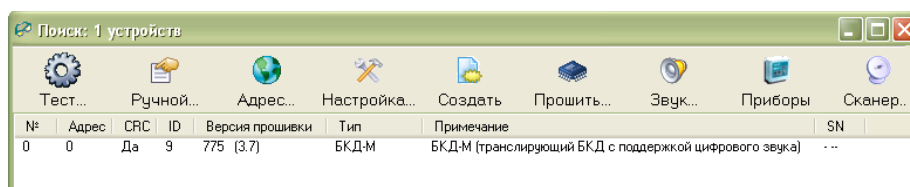

Рисунок 8 - Поиск блоков
Для обновления программного обеспечения следует в окне «Поиск» выбрать строку с требуемым БКД-М, нажать на кнопку «Прошить...» (рисунок 8).
- 3) Выполнить поиск блоков в сервисной программе RASOS (рисунок 8).